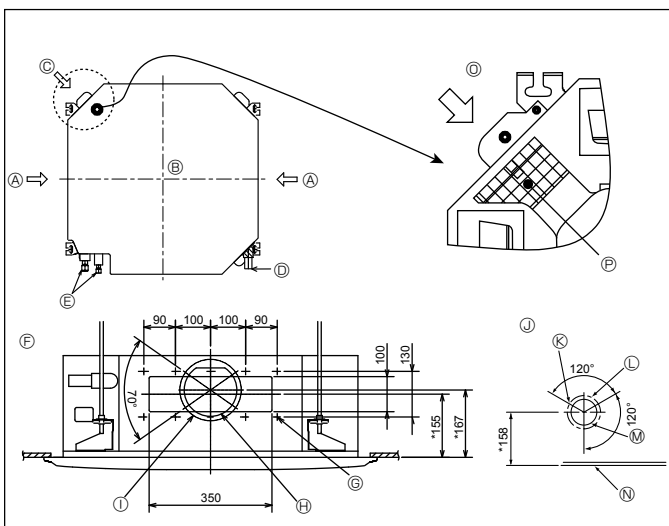

Fig. 2-3
2.3. Orifício do conduto de derivação e orifício de admissão de ar fresco (Fig. 2-3)
No momento da instalação, utilize os orifícios do conduto (separador) situados nas posições indicadas na fig. 2-3, como e quando necessário.